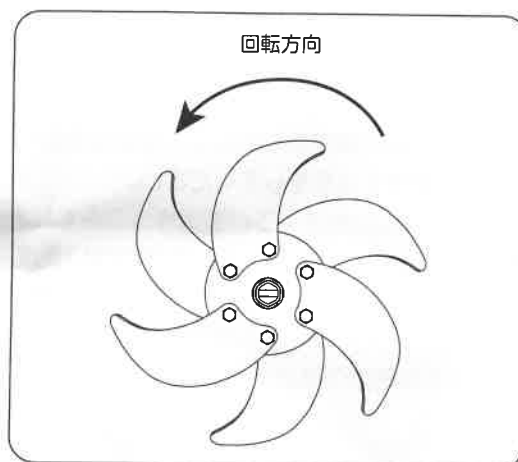

図9
- ② 爪の向きは、使用する回転方向に対し、図9のようになるよう取付けてください。